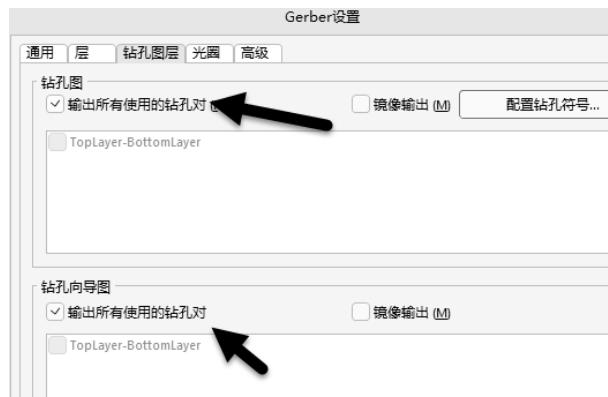

图 11-39 钻孔图层设置
(3) 钻孔图层: 对“钻孔图”和“钻孔向导图”两处的“输出所有使用的钻孔对”进行勾选, 表示对用到的钻孔类型都进行输出, 如图 11-39 所示。